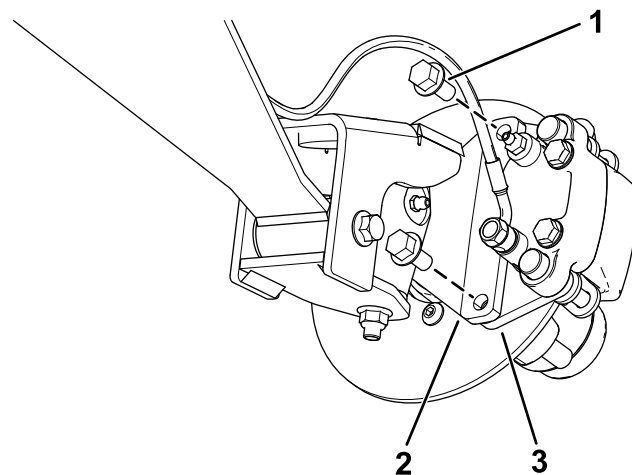
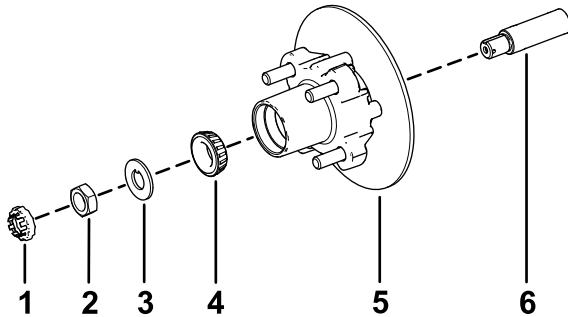

Figura 28
Figura 32
3. Retire os parafusos de cabeça flangeada ($\frac{3}{8} \times \frac{3}{4}$ pol.) que prendem o suporte para o conjunto dos travões ao eixo e afaste o travão do eixo (Figura 28).
1. Aplique uma leve camada do lubrificante especificado no eixo (Figura 32).
2. Monte o cubo e o rotor no eixo com o rotor interior (Figura 32).
3. Monte o rolamento exterior no eixo e coloque o rolamento na correia exterior (Figura 32).
4. Monte a anilha com patilha no eixo (Figura 32).
5. Enrosque a porca do eixo no eixo e aperte a porca com 15 N·m, enquanto roda o cubo para assentar o rolamento (Figura 32).
2. Alinhe as pastilhas dos travões com cada lado do rotor (Figura 28) e os orifícios no suporte da pinça com os orifícios na montagem dos travões da estrutura do eixo (Figura 32).
3. Prenda o suporte da pinça à estrutura do eixo (Figura 28) utilizando os dois parafusos de cabeça flangeada ($\frac{3}{8} \times \frac{3}{4}$ pol.)